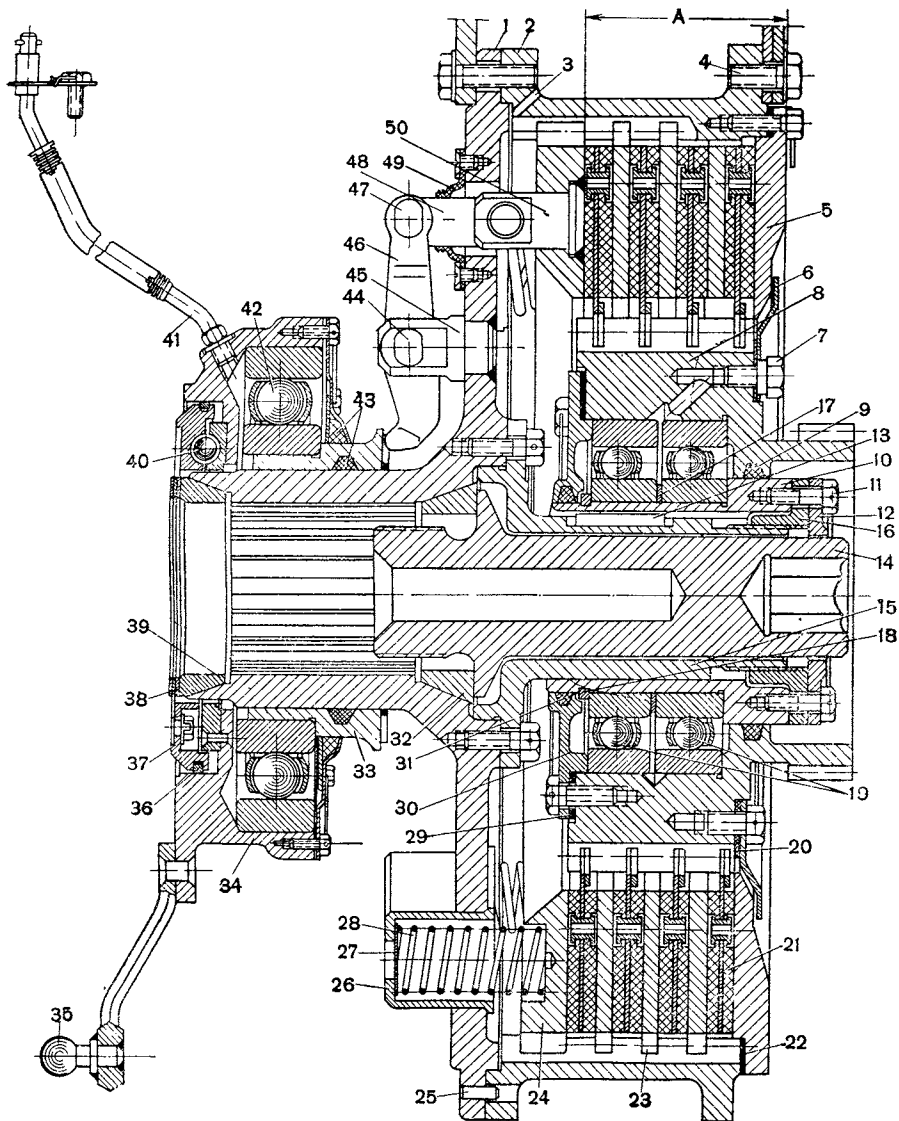

Рис. 139. Главный фрикцион (разрез):
**Ведущие части.** Все ведущие части главного фрикциона связаны с коленчатым валом двигателя. К ним относятся (рис. 139, 140): несущий диск *1* в сборе с фланцем *15*, ведущий барабан *2*, три ведущих диска *23*, нажимной диск *24*, опорный диск *5* и детали крепления ведущих частей главного фрикциона.
обозначения те же, что на рис. 139
**Механизм выключения.** К механизму выключения (рис. 139, 141) главного фрикциона относятся: неподвижное кольцо выключения 37, три шарика 40, подвижная чашка 34 выключения, выжимная втулка 33, три выжимных рычага 46, три серьги 48 и шарикоподшипник 42.
Для обеспечения длительной работы главного фрикциона без замены изношенных дисков трения при монтаже главного фрикциона без замены зазор между шариками и лунками устанавливается в пределах 2,4—2,8 мм, что соответствует ходу шарового пальца подвижной чашки (измеренному по хорде при отъединенной поперечной тяге) в пределах 44—52 мм. Зазор регулируется при помощи прокладок 38 (рис. 139), устанавливаемых при монтаже главного фрикциона под передний конус.
Для определения хода нажимного диска измеряется расстояние от наружного торца опорного диска 5 (рис. 139) до торца нажимного диска 24 при включенном и выключенном главном фрикционе. Разность замеров равна ходу нажимного диска. Замер производится через три отверстия, имеющиеся в опорном диске 5 главного фрикциона. При определении правильности регулировки и при регулировке в расчет принимать наименьшую из замеренных величин хода нажимного диска.
- отвернуть болты и снять пылеотражательное кольцо 6 (рис. 139), опорный диск 5 и регулировочную прокладку 22;